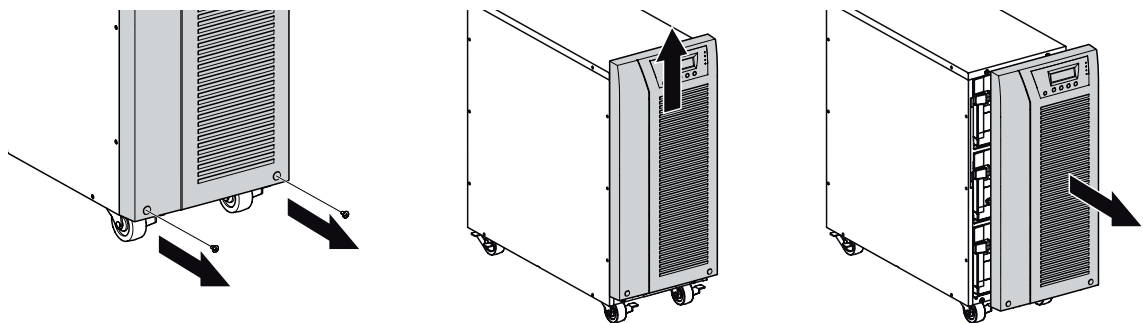

Abbildung 27. Entfernen der rechten Frontblende der USV.
1. Rechte Frontblende der USV entfernen (siehe Abbildung 27).